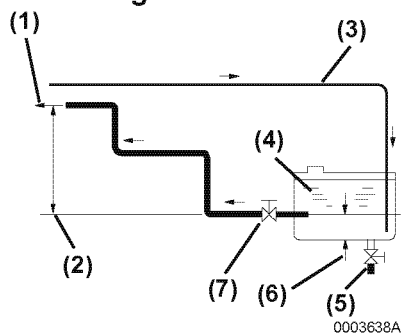

Figura 1
Se muestra la instalación típica de un sistema de combustible de un barco. El suministro de combustible (**Figura 1, (2)**) y las líneas (**Figura 1, (4)**) de retorno se conectan a los accesorios en el motor.